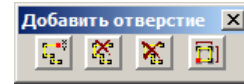

Рис.13.6.1 Окно диалога **Добавить отверстие**
- В окне диалога **Добавить отверстие** (рис. 13.6.1) нажмите кнопку  — **Задать прямоугольное отверстие**.